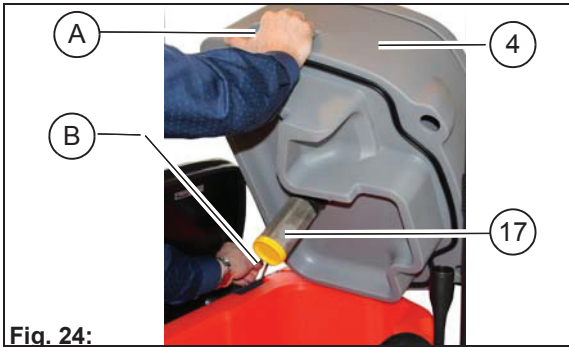

Fig. 24:
- Placer une main dans la poignée encadrée **Fig. 24-A** du couvercle de la cuve.
- Ouvrir le couvercle de la cuve jusqu'à ce que le support **Fig. 24-B** s'enclenche.
- Placer la main droite dans la poignée encadrée **Fig. 24-A** et ouvrir un peu plus le couvercle de la cuve.
- Déverrouiller le support **Fig. 24-B** avec la main gauche et fermer le couvercle de la cuve.